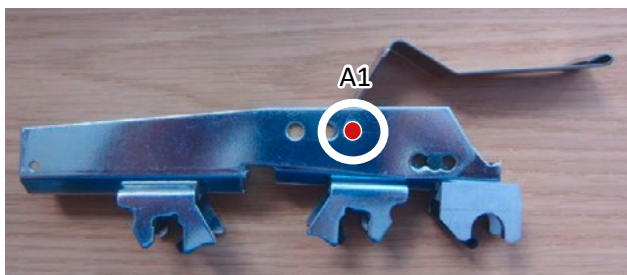

Abb. 6
- Befestigen Sie die neue EliSpring für Träger P3-1 (10955853) mit dem magnetischen Hilfsstift* (10978005) \varnothing 6x20 mm (Abb. 6).
- Führen Sie den Stift an der richtigen Position **A1** ein (Abb. 6).